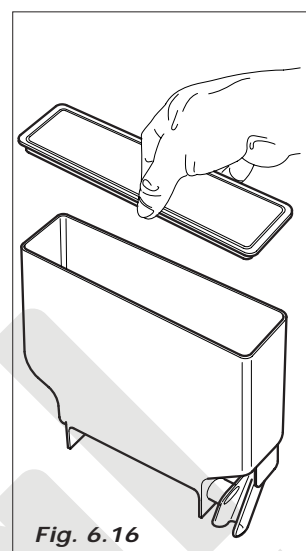

Fig. 6.16
- desmontar las tapas y rampas de producto (Fig.6.16). Sumergir todo en la solución anteriormente preparada